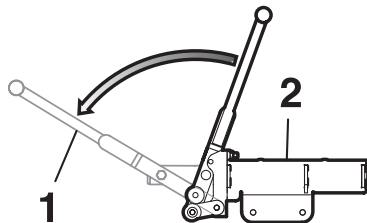

Abb. 24
- Handhebel (1) am Handgeber (2) ganz nach außen ziehen (überdrücken). (Abb. 24)